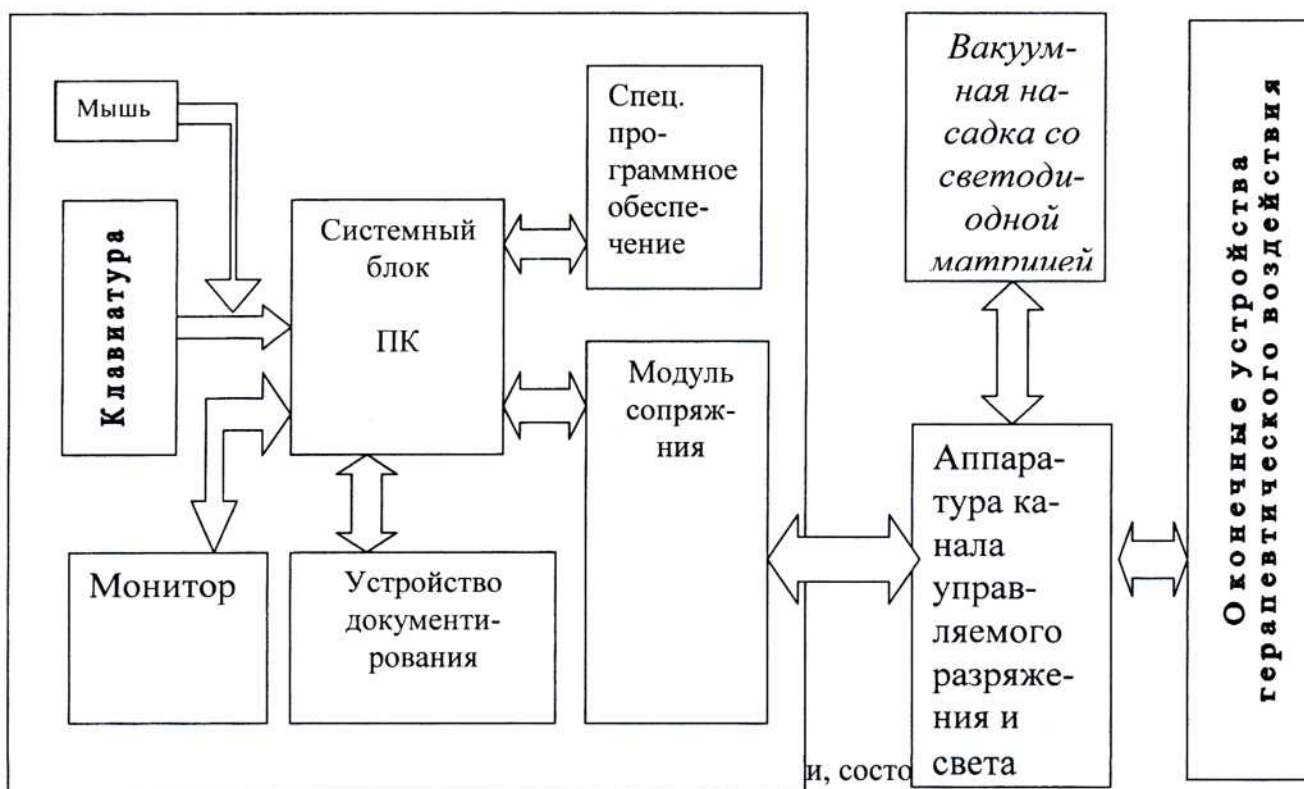

Рис.1
6.1. Аппарат представляет собой аппаратно-программный комплекс, в котором функции отображения информации, управления, контроля и документирования выполняются стандартным ПК, оснащенным специальным программным обеспечением. Функциональная схема аппарата приведена на рис.1.